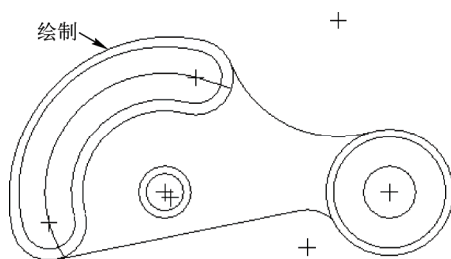

图 2-48 通过“3 点/相切端”绘制圆弧
STEP 04 在左下方的合适端点上单击鼠标左键，确认圆弧的第二点，创建圆弧，单击鼠标中键，即可通过“3 点/相切端”绘制圆弧，效果如图 2-48 所示。